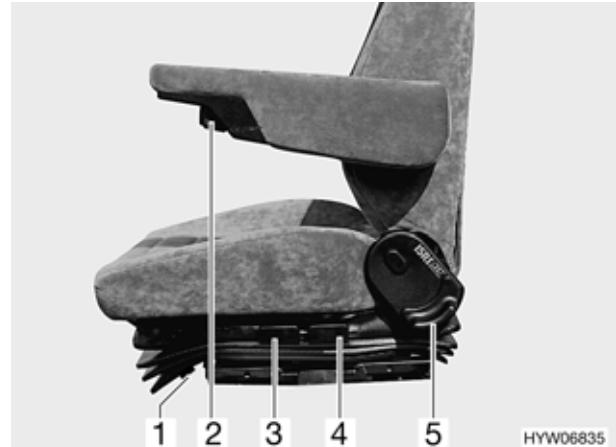

Fig. 14 Sedile del guidatore/sedile del passeggero
- Tirare la maniglia (Fig. 14,3). Il sedile si solleva in avanti.
- Tirare la maniglia (Fig. 14,4). Il sedile si solleva indietro.
- Tirare la maniglia (Fig. 14,1). Il sedile può essere spostato in avanti o all'indietro.
- Tirare la maniglia (Fig. 14,5). È possibile regolare l'inclinazione dello schienale.
- Ruotare (Fig. 14,2) verso destra o sinistra la maniglia.